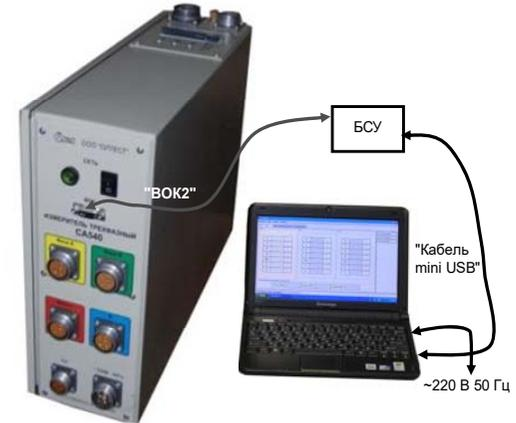

Рисунок 8.8
1) Собрать схему (рисунок 8.8). Установить на БСУ выключатель в положение "I".